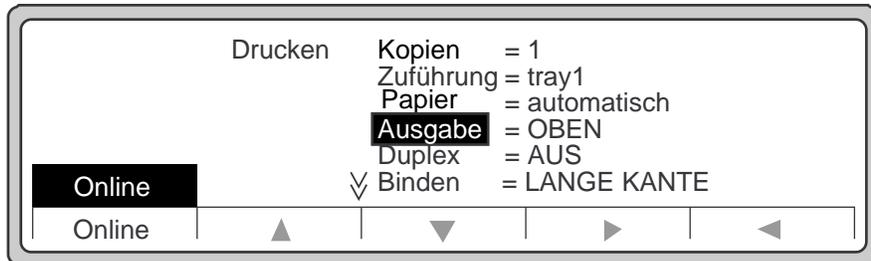

Abbildung 4-33 Untermenü Drucken
3. Wählen Sie **Drucken** aus, um das Untermenü Drucken anzuzeigen (siehe Abbildung 4-33).